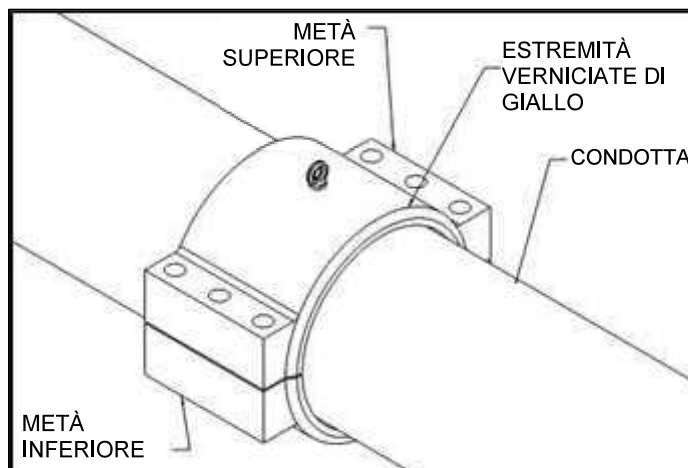

Figura 5
4. Assemblare la PLIDCO Split+Sleeve attorno al tubo assicurandosi che le estremità verniciate di giallo corrispondano. La clampa dovrebbe essere centrata il più possibile sulla perdita e/o sull'area danneggiata, come mostrato nella Figura 5. La perdita non deve trovarsi a meno di $\frac{1}{2}$ " (12,7 mm) dalle guarnizioni circolari in nessun punto. Cercare di evitare che eventuali perdite spruzzino direttamente sulle guarnizioni longitudinali.